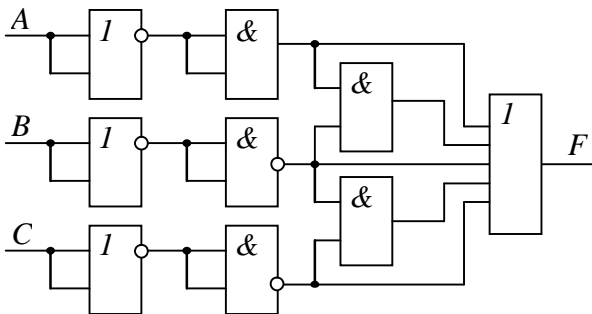

Рис. 13.10
**13.28.** Визначити стан сигналів на виході логічного пристрою, схема якого зображена на рис. 13.10, і записати логічне рівняння, яке описує його роботу, якщо